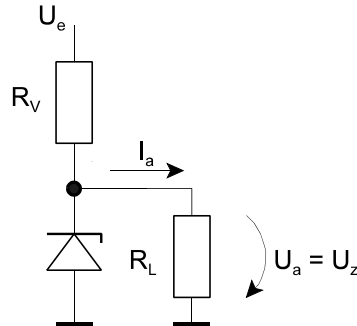

Abb. 10 Stabilisierungsschaltung
32. Abb. 10 zeigt eine Stabilisierungsschaltung mit Z-Diode. Dimensionieren Sie den Widerstand  $R_V$ .